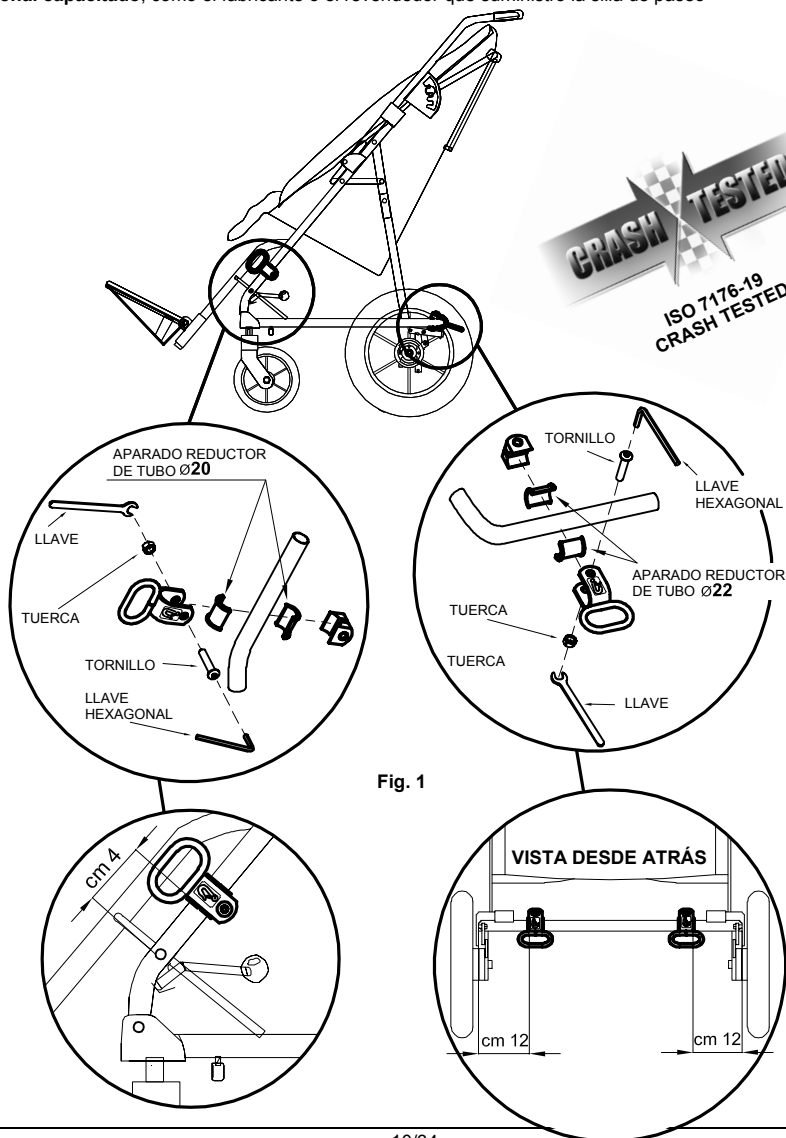

Fig. 1
- **LA SILLA DE PASEO DEBE SUJETARSE AL VEHÍCULO mediante:** 1) **un sistema de cinturones de sujeción de 4 puntos conforme con la norma ISO 10542-2 suministrado con el vehículo** (ver fig.1 pág. 8) y 2) **el accesorio 891 – ANCLAJES para BASE 869 (4 anillos)** (ver fig. 1 pág.8, fig. 2 pág. 9 y fig.3-4 pág.10)